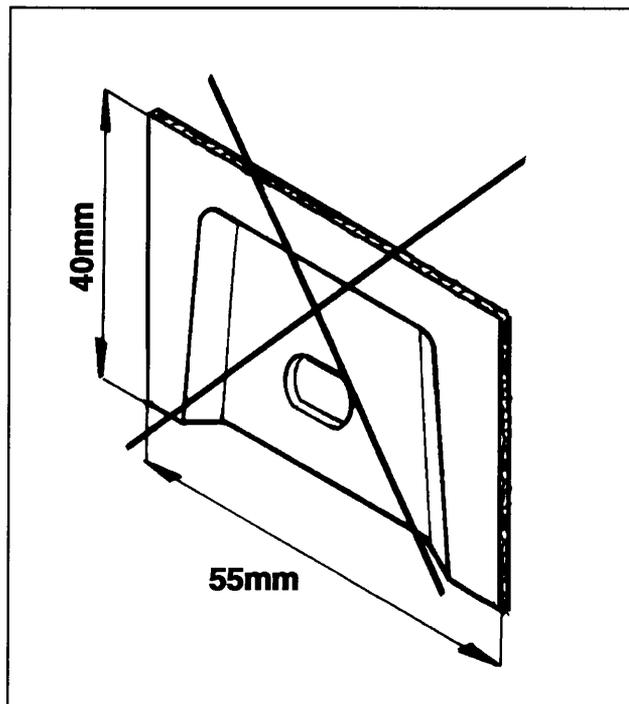

fig.1
3. Zaag uit het midden aan de onderzijde van de bumper een deel van 55mm x 40mm overeenkomstig fig 1. Herplaats het onder punt 1 verder. Plaats de kogelstang en bevestig deze d.m.v. twee bouten M12x70 inclusief zelfborgende moeren en sluitringen aan de trekhaak. Draai alle bouten en moeren overeenkomstig de tabel vast.
3. Saw out a 55 mm x 40 mm section in the middle at the bottom side of the bumper, in accordance with fig. 1. Replace what was removed under point 1. Position the ball bar and fasten it to the tow bar by means of two bolts M12x70 including self-locking nuts and lock washers. Tighten all the bolts and nuts in accordance with the table.
1. Desmontar la rueda de repuesto y las armaduras de lámpara del para-choques. Soltar el maletero en el lado posterior. Desmontar la clavija del faro antiniebla (faro de marcha atrás), la que se encuentra debajo de la cubierta. Desmontar el para-choques. Retirar los anillos de enganche a la izquierda y derecha debajo del vehículo, así como las contratueras (fig. 1) del chasis, las que quedan anuladas.
1. Demontér reservedelene og lampaarbejdningerne fra kørtageren. Løsn baggekassen på bagsiden. Demontér stikket til tågelampen (baklys). Dette befinder sig under *panel*. Demontér kørtageren. Fjern slæbeåbningerne under kørtaget i venstre og højre side samt spændpladerne (fig. 1) fra chassiset. Disse skal ikke anvendes mere.
3. Sägen Sie aus der Mitte an der Unterseite der Stoßstange einen Teil von 55mm x 40mm entsprechend Fig. 1 heraus. Bringen Sie das unter Punkt 1 Entfernte wieder an. Schieben Sie die Kugelstange ein und befestigen Sie diese mit zwei Schrauben M12x70 inkl. selbstsichernden Muttern und Unterlegscheiben an der Anbrængerordnung. Ziehen Sie alle Schrauben und Muttern laut Tabelle fest.